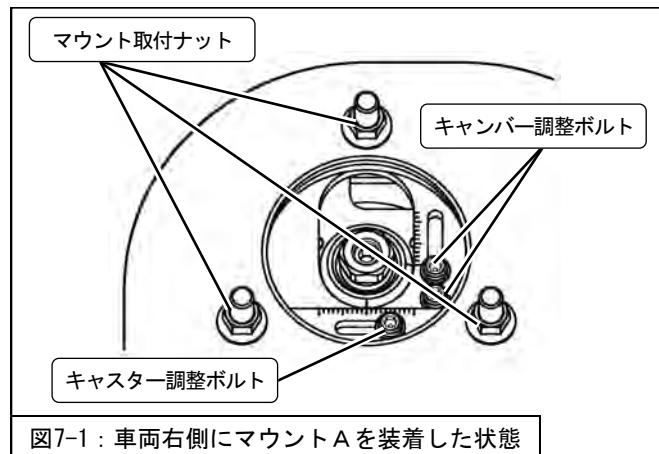

図7-1：車両右側にマウントAを装着した状態
- マウント取付ナット（3ヶ所）をゆるめてください。（図7-1）
- i) キャンバーを調整する場合・・・キャンバー調整ボルト（2ヶ所）をゆるめてください。（図7-1）
ii) キャスターを調整する場合・・・キャスター調整ボルトをゆるめてください。（図7-1）